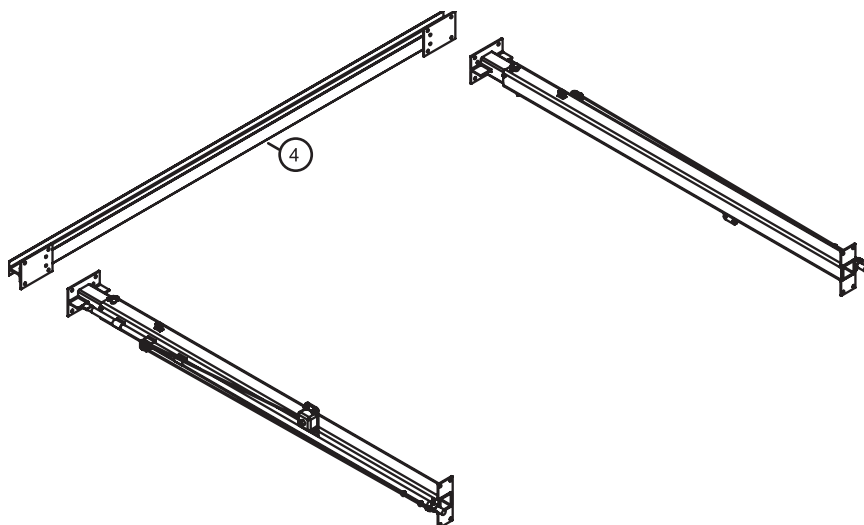

Fig. 1
Étape 1 : Disposez la poutre en I et les ensembles supports verticaux, fig. 1. Sélectionnez un sol plat et propre avec suffisamment d'espace pour disposer, assembler et déplacer la grue de portique. Placez les ensembles supports verticaux sur le sol avec les poulies, la boîte de treuil et les tubes de guidage à l'extérieur, comme indiqué sur la fig. 1. Vérifiez que les surfaces de contact entre les supports verticaux et la poutre en I (4) sont propres et exemptes de débris. Placez la poutre en I (4) en haut des ensembles supports verticaux.